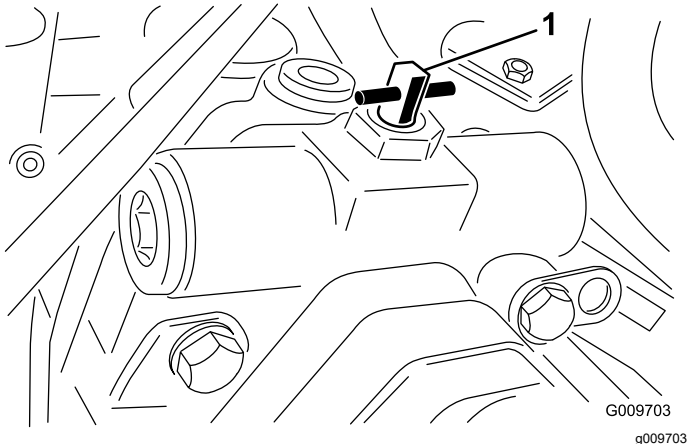

Bild 65
3. Drehen Sie das Sicherheitsventil um eine Vierteldrehung nach rechts oder links, um es zu öffnen und das Öl intern umzuleiten (Bild 65).
2. Drehen Sie das Sicherheitsventil um eine Vierteldrehung nach rechts oder links, um es zu öffnen und das Öl intern umzuleiten (Bild 65).